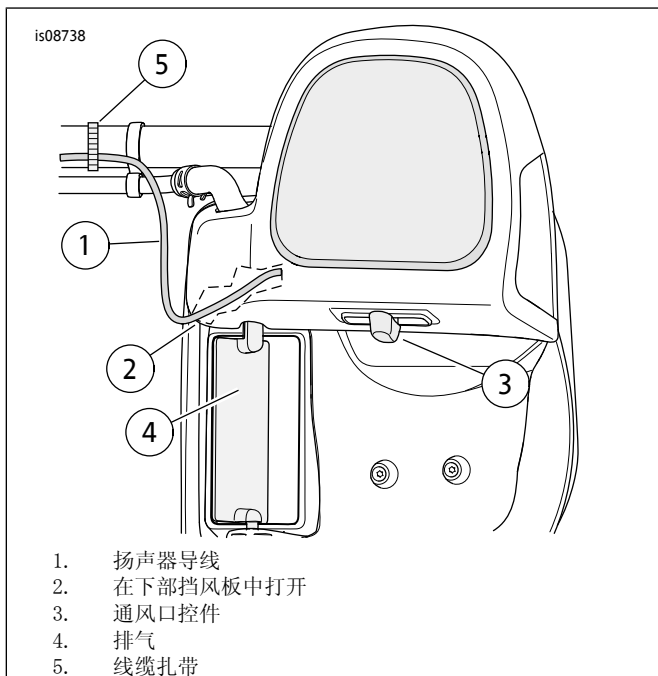

图1. 扬声器导线布设
5. 参见图1。牵引线穿过小型开口(2)。防止电线与通风口(4)接触和通风口控件(3)接触。